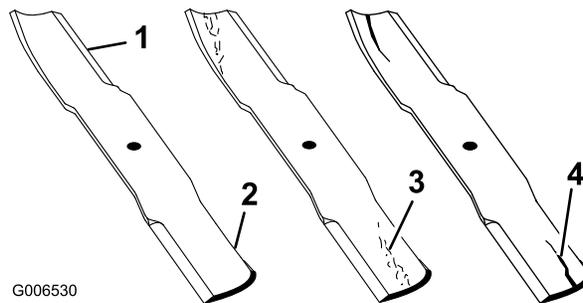

Bild 77
1. Untersuchen Sie die Schnittkanten (Bild 77).
4. Wenn Sie Risse, Verschleiß oder Rillenbildung in diesem Bereich feststellen, sollten Sie sofort ein neues Schnittmesser einbauen (Bild 77).